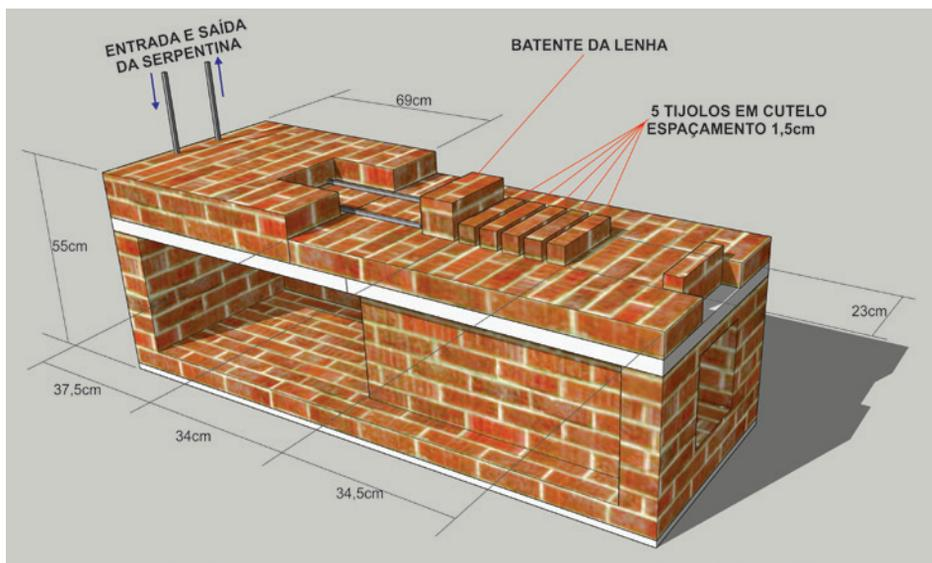

Figura 5
7. Disponha tijolos em cima das lajes, conforme mostra a figura 5. Siga as cotas marcadas no de-
8. Nessa fase da construção, poderá ser assentada a **serpentina** para aquecimento de água. Ela deve ficar apenas no espaço destinado ao forno, protegida da fornalha (figura 5).